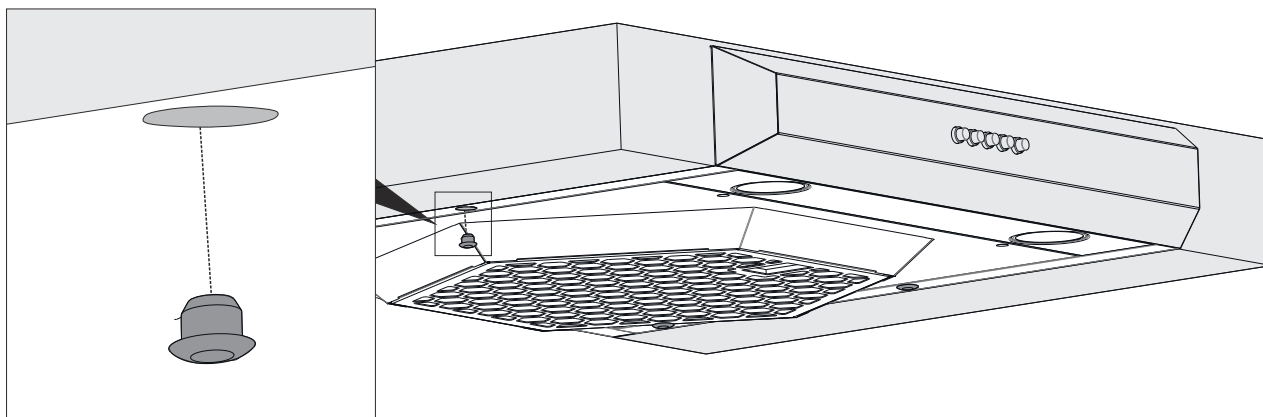

Fig. 14
4. ➔ Når monteringen er færdig, skal du indsætte de medfølgende propper i monteringshullerne på enheden (Fig. 14).